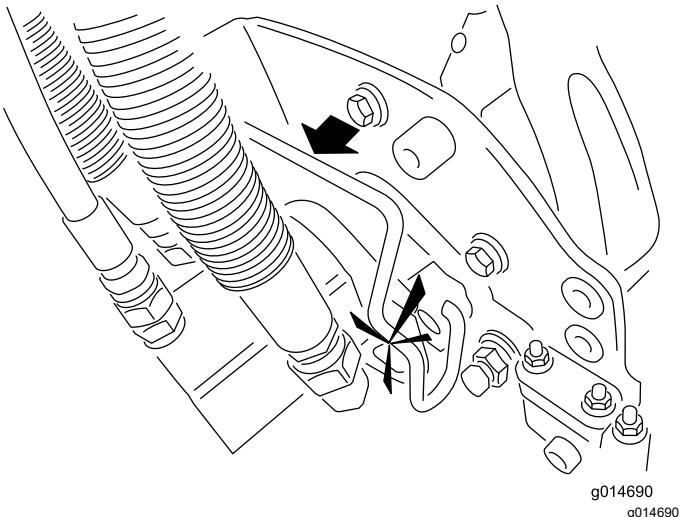

Figure 5
- 5. Insérez le moteur dans le côté gauche de l'unité triple rouleau (vu de la position de l'utilisateur) et tirez la barre de retenue du moteur située sur l'unité triple rouleau vers le moteur jusqu'à ce que vous entendiez un déclic des deux côtés du moteur (Figure 5).